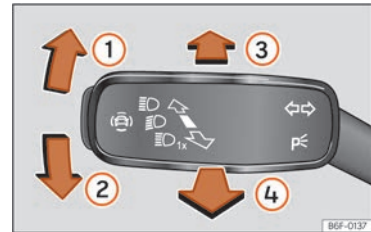

Abb. 74 Blinker- und Fernlichthebel.
- Drücken Sie den Blinker- und Fernlichthebel aus der Ausgangsstellung nach vorne »» (Abb. 74) ③.
- **ODER:** Ziehen Sie bei eingeschaltetem Fernlichtassistenten den Blinker- und Fernlichthebel nach hinten »» (Abb. 74) ④.